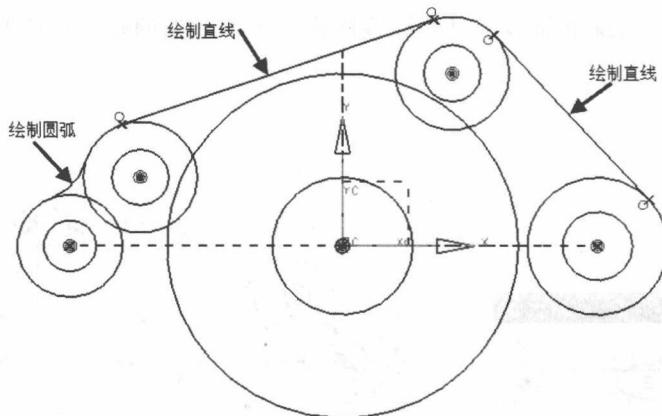

图 1-35 绘制直线和圆弧
(10) 在【草图工具】工具条中选择 \checkmark (直线) 按钮，在捕捉点工具条中选择 $/$ (点在曲线上) 按钮，然后各选择两段圆弧，绘制两条公切线；然后在【草图工具】工具条中选择 C (圆弧) 按钮，在【圆弧】浮动工具条中选择 C (三点定圆弧) 按钮绘制一条与两圆均相切的圆弧，结果如图 1-35 所示。